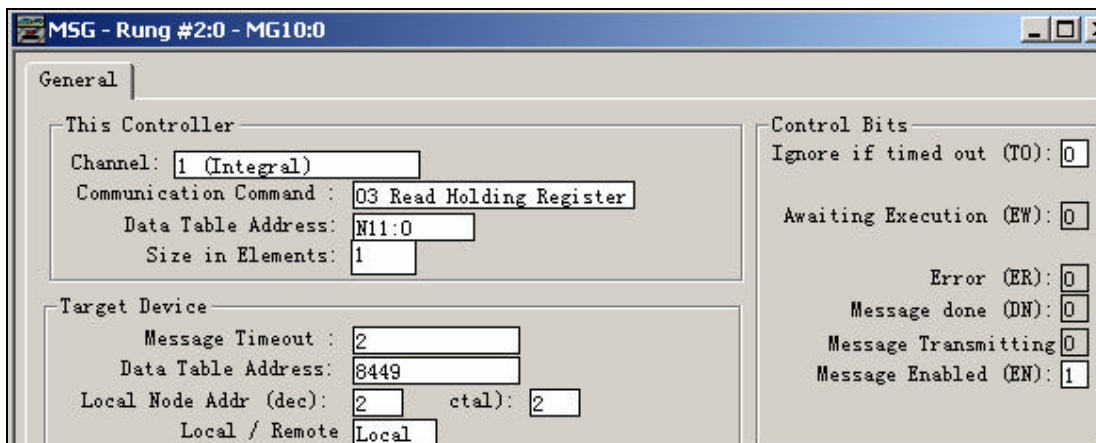

图 3-139 MSG 指令参数设置
(13) 设置 Message 指令的读取变频器逻辑状态字的相关参数，如图 3-139 所示，参数说明如表 3-36 所示：